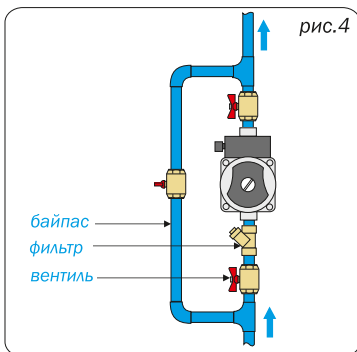

рис.4
- Предусмотрите устройство байпаса и отсекающих вентилей, позволяющих пользоваться водой при поломке и демонтаже насоса (рис.4).